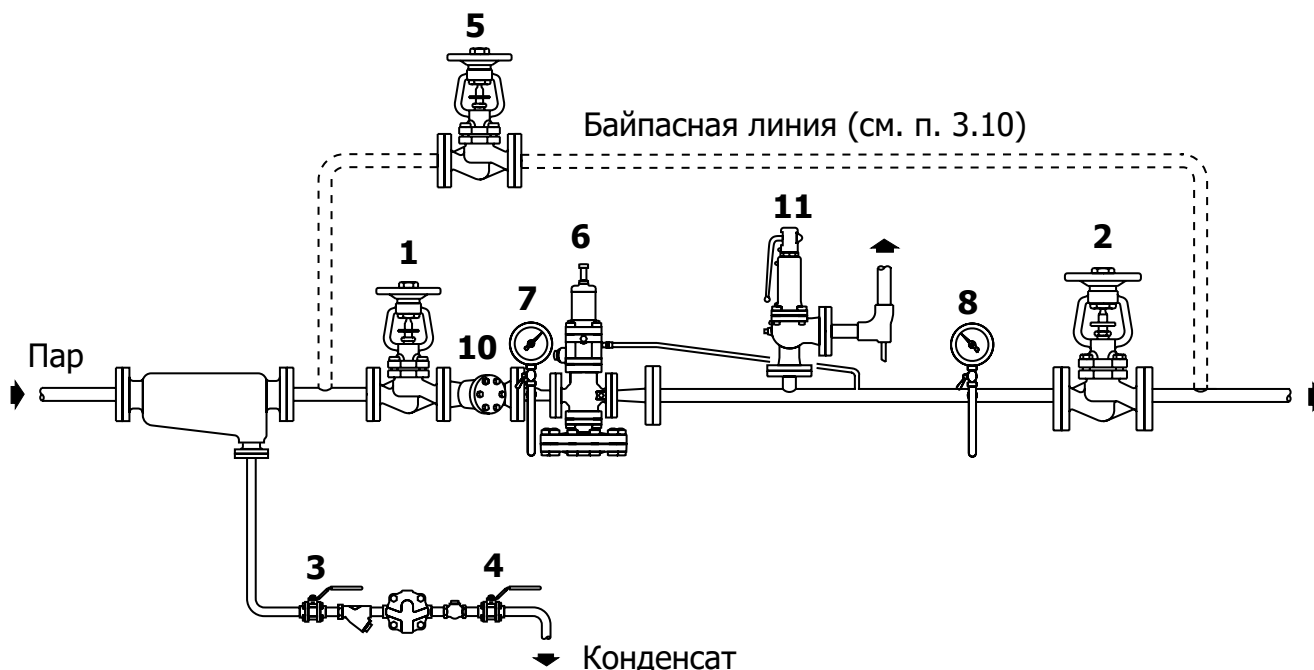

Рис. 6 Настройка редукционного клапана PPRV27
4.1 Настройка давления (рис. 6)
а. Закройте запорные клапаны **1** и **2** (рис. 6) и сбросьте давление до нуля.
- a.** Закройте запорные клапаны **1** и **2** (рис. 6) и сбросьте давление до нуля.
- a.** Закройте запорные клапаны **1** и **2** (рис. 6) и сбросьте давление до нуля. Отдайте стопорную гайку, поверните настроечный болт против часовой стрелки и полностью ослабьте пружину.
- а.** Закройте запорные клапаны **1** и **2** (рис. 6) и сбросьте давление до нуля. Отдайте стопорную гайку, поверните настроечный болт против часовой стрелки и полностью ослабьте пружину.